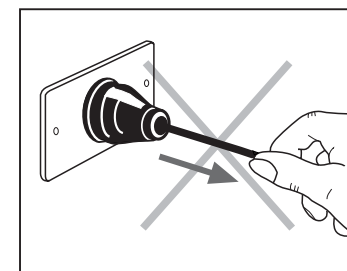

Fig. 2
- No estirar el cable de alimentación o el aparato mismo para quitar el enchufe de la toma de corriente **(Fig. 2)**